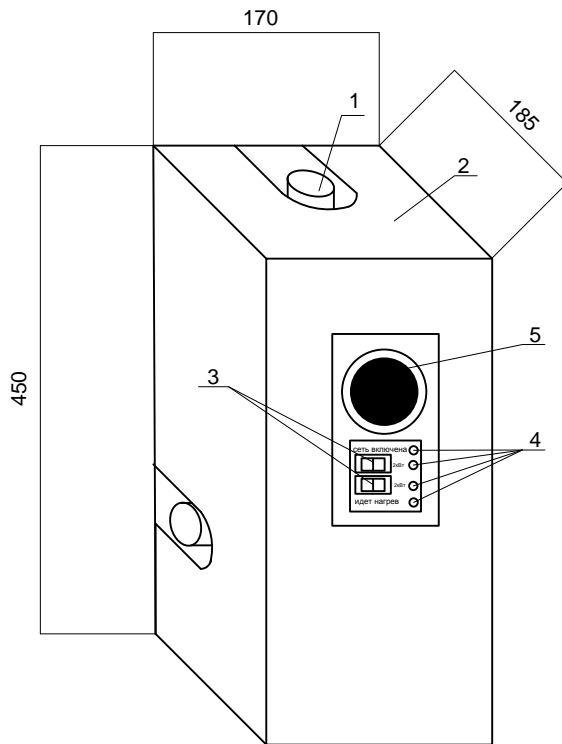

Рис. 1 Внешний вид электрокотла «Classic Star».
3.1. Водонагреватель электрический «Classic Star» состоит из колбы водонагревателя **1**, защитного кожуха **2**, датчика регулятора температуры по теплоносителю **5** (Imit), клавиш включения электрических ТЭНов **3** и светоиндикации **4** (см. рис.1). Габаритные размеры электроводонагревателя не более 170x185x450 мм. Дополнительно может устанавливаться регулятор температуры по воздуху, датчик протока (в комплект поставки не входят).
Электронагреватель 1 (рис.1) и датчик температуры по воздуху следует устанавливать в местах, удобных для наблюдения и обслуживания.
Для быстрого нагрева рекомендуется включать электроводонагреватель на полную мощность. При этом включаются трубчатые электронагреватели и загорается световая сигнализация «НАГРЕВ». После того, как помещение достаточно прогрелось, можно переключить прибор на меньшую мощность. В ходе работы водонагревателя включение и выключение ТЭНов будет происходить автоматически, поддерживая заданную температуру теплоносителя. Для того, чтобы выключить водонагреватель, необходимо клавиши включения электрических ТЭНов 3 (рис.1) установить в положение «0».